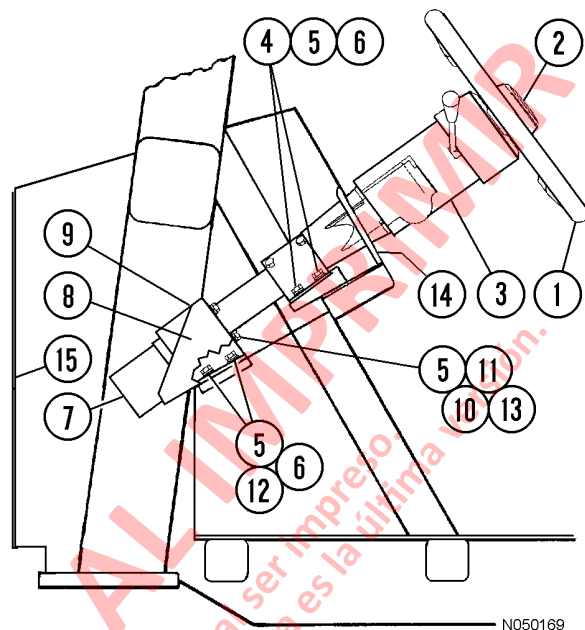

FIGURA 5-2. INSTALACIÓN DE LA COLUMNA DE DIRECCIÓN
3. Retire la cubierta de acceso (15, Figura 5-2) de la parte delantera de la cabina.
1. Inserte el perno (10, Figura 5-2) con las arandelas de seguridad (11) y las arandelas planas (5) a través de los soportes (8) y (9), luego insértelos en la brida de la columna de la dirección. Agregue una segunda arandela plana (5) y una tuerca (13) a cada perno para mantener las piezas juntas. Apriete las tuercas firmemente.
2. Deslice hacia abajo todo el conjunto por los bloques ahusados hasta que los soportes (8) y (9) hagan contacto con la superficie de montaje en la cabina. Instale los pernos (4) y (12) con las arandelas planas (5) y las arandelas de seguridad (6). Apriete solo los pernos (4).
3. Revise los soportes (8) y (9) para ver si hacen contacto uniformemente con la superficie de fijación y comprobar que estén nivelados y en línea con la superficie. Si lo están, apriete los pernos (12). Si los soportes no están paralelos, instale arandelas planas, según sea necesario, entre los soportes y la superficie de montaje para eliminar cualquier espacio adicional. Apriete los pernos (12) al torque estándar.
4. Después de apretar los pernos (4) y (12) al torque estándar, retire las tuercas (13) y las arandelas (5) que sostenían la columna de la dirección a ambos soportes. No retire los pernos (10) de los soportes.